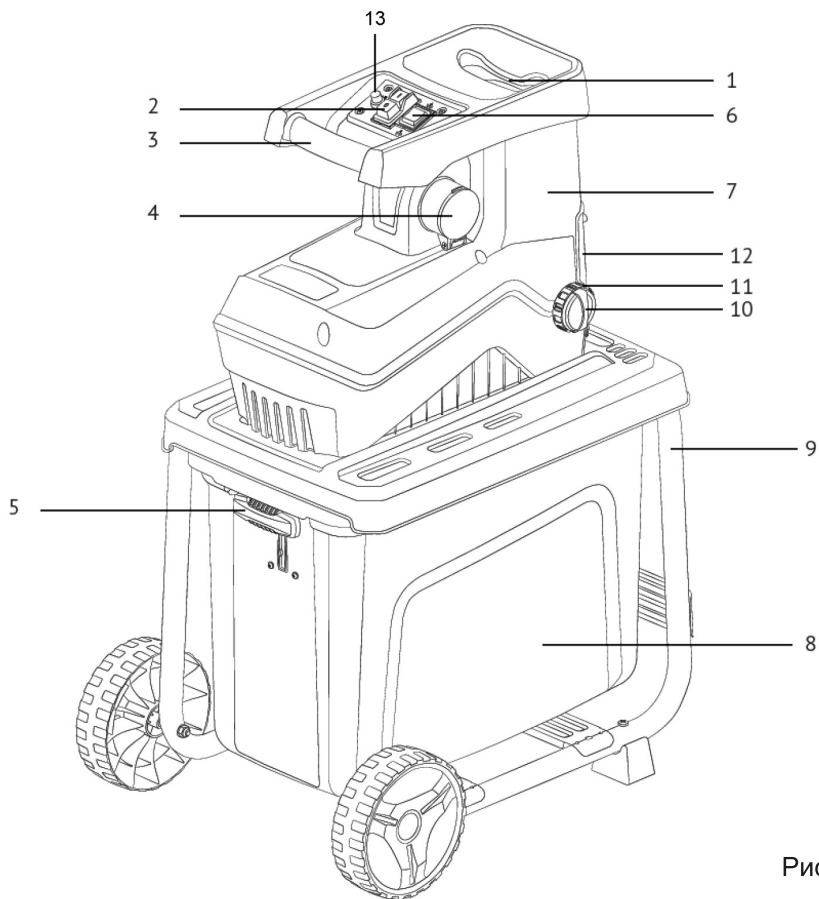
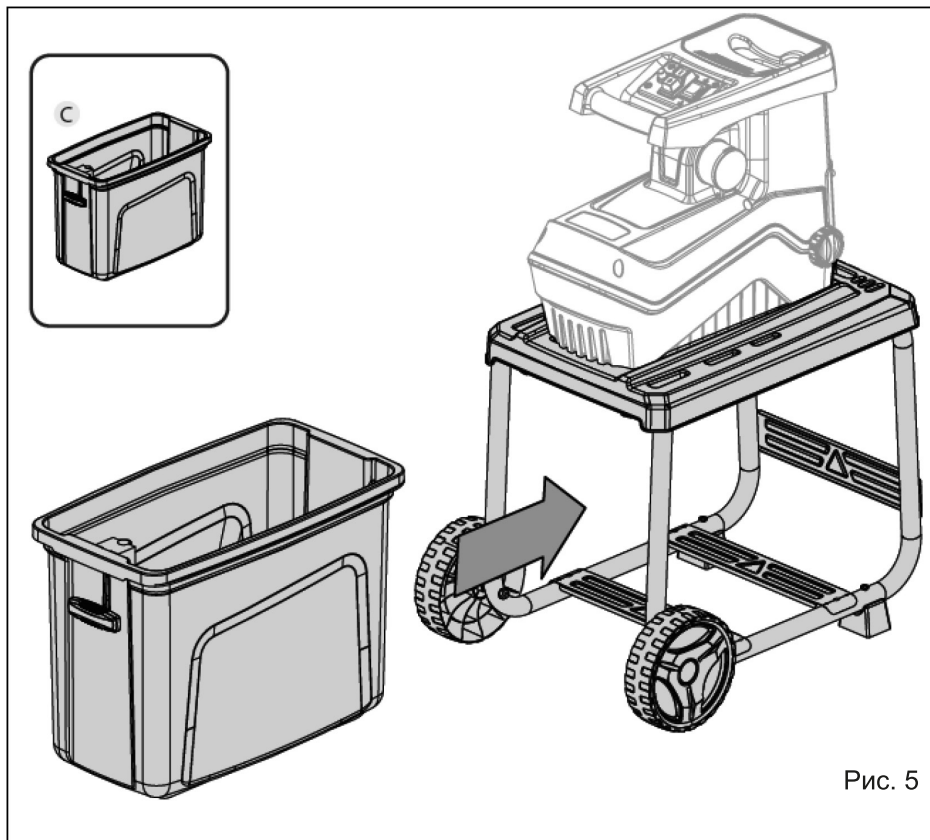

Рис. 1
Рис. 5
4. Вставьте контейнер для сбора щепы (Рис. 5). Поднимите рычаг блокировки контейнера 5 (Рис. 1) вверх, чтобы он вошел в паз концевика и нажал его.
**Внимание!** Если рычаг 5 (Рис. 1) не заблокировать в концевике, то измельчитель не включится.
Для включения измельчителя нажмите на выключатель 2 (Рис. 1) в положение «I».
Для включения измельчителя нажмите на выключатель 2 (Рис. 1) в положение «0».
Для измельчения веток в контейнер переведите переключатель 6 (Рис. 1) в положение вниз ↓
Для включения режима реверс, чтобы освободить застрявший материал, переведите переключатель 6 (Рис. 1) в положение ↑
- Для включения измельчителя через 3–5 минут нажмите кнопку предохранителя 13 (Рис. 1).
- Нажмите кнопку «I» выключателя 2 (Рис. 1), чтобы включить устройство.